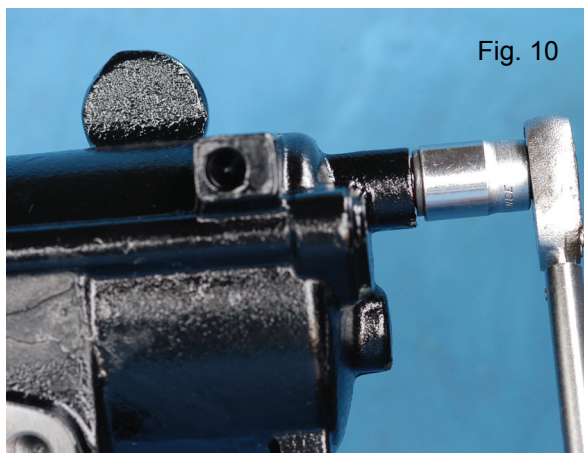

Fig. 10
Réglez le contre-écrou sur la vis conformément au point 2 de cette procédure comme décrit précédemment. Tournez la nouvelle vis de réglage (41) et le contre-écrou (40) sans tourner l'écrou sur la vis, dans le carter jusqu'à ce que l'écrou soit fermement pressé contre le carter (Fig.9). Serrez l'écrou au couple final de 20-30 Nm (Fig. 10).